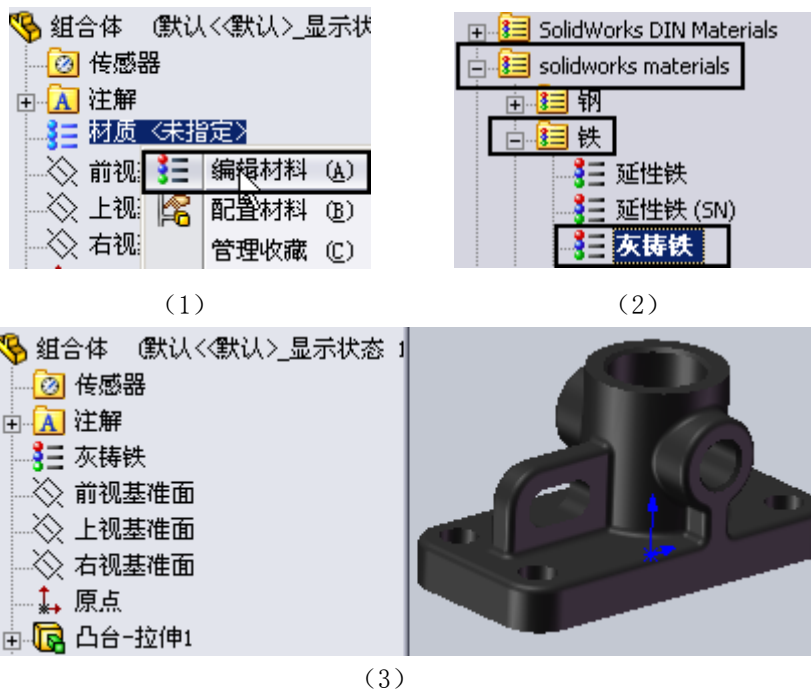

图 1-60 添加材质
在界面左侧的模型树中，如图 1-60 (1) 所示，单击“材质”，然后单击鼠标右键，在出现的下拉菜单中单击“编辑材料”选项，出现“材料”对话框。在“材料”对话框中，如图 1-60 (2) 所示，选择“solidworks materials”→“铁”→“灰铸铁”材料。选择完成后，单击对话框底部的“应用”选项并关闭对话框，为三维模型添加材质“灰铸铁”，结果如图 1-60 (3) 所示。